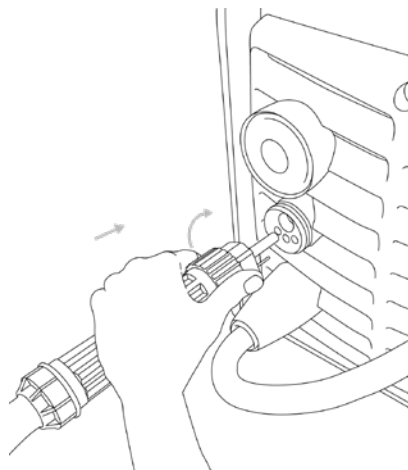

Рис. 9.4. Подключение горелки к аппарату.
3. Подключите сварочную горелку для MIG/MAG сварки в «евроразъем» на передней панели сварочного аппарата. (См. рис. 9.4).